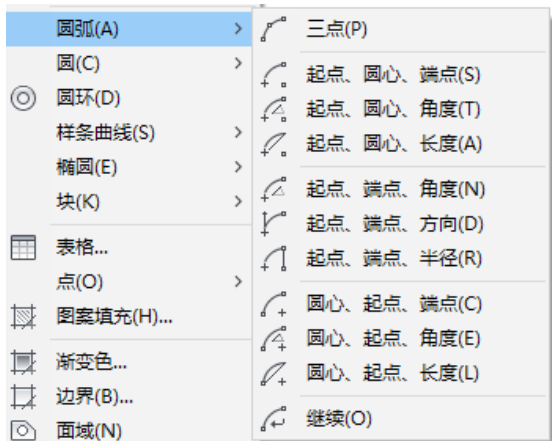

图 4-45 【圆弧】子菜单命令
- ☆ 选择【绘图】→【圆弧】子菜单命令，如图 4-45 所示。